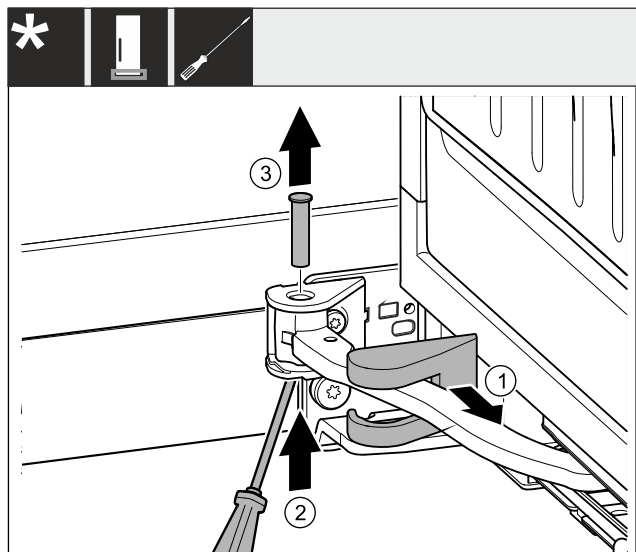

Fig. 5
- ▶ Skinite pokrov podloška ležaja i pomaknite ga uzduž zgloba. Fig. 5 (1)
- ▶ Prstom ili odvijačem podignite odozgo svornjak. Fig. 5 (2)
- ▶ Gurnite odvijač ispod glave svornjaka i izvucite je. Fig. 5 (3)